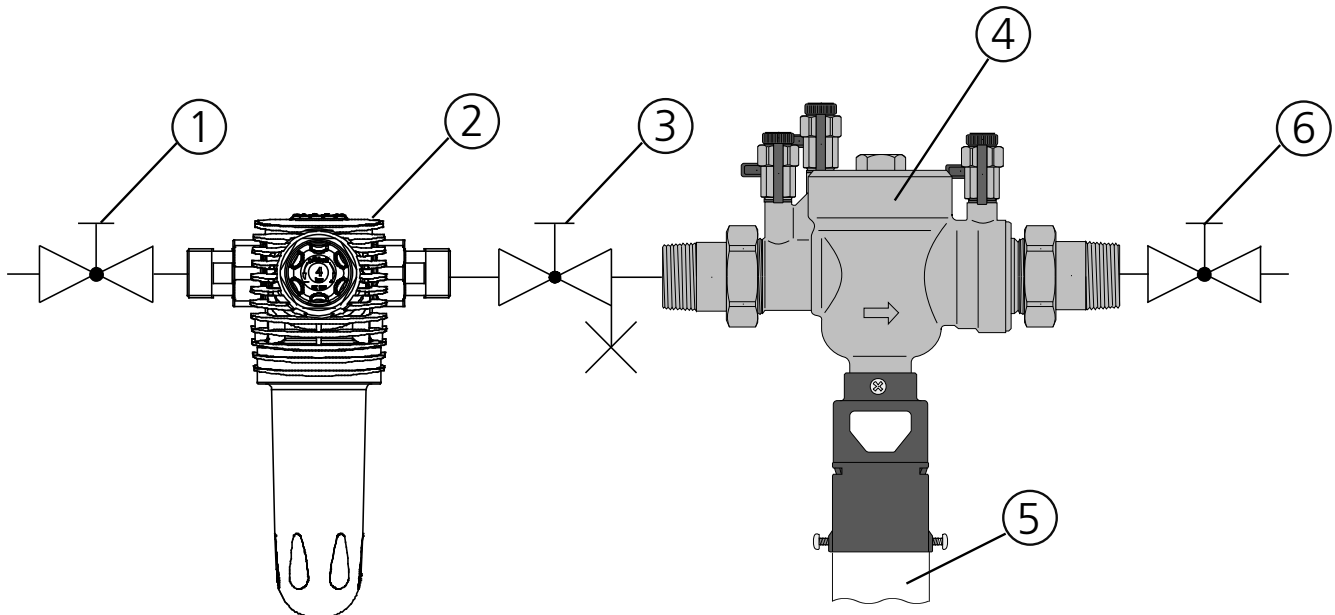

Abb. D-1: Installationsbeispiel Euro-Systemtrenner GENO®-DK 2
- Installation entsprechend der Installationszeichnung (Abb. D-1) vornehmen.